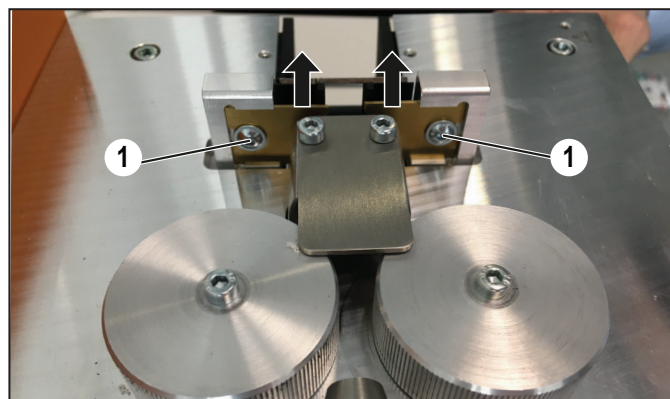

Figure 8.1 Lame de coupe
- ▶ Desserrez les vis de fixation (Figure 8.1, 1).
- ▶ Retirez les deux lames (Figure 8.1, 2) avec une petite pince.
- ▶ Resserrez les deux vis de fixation (Figure 8.1, 1).